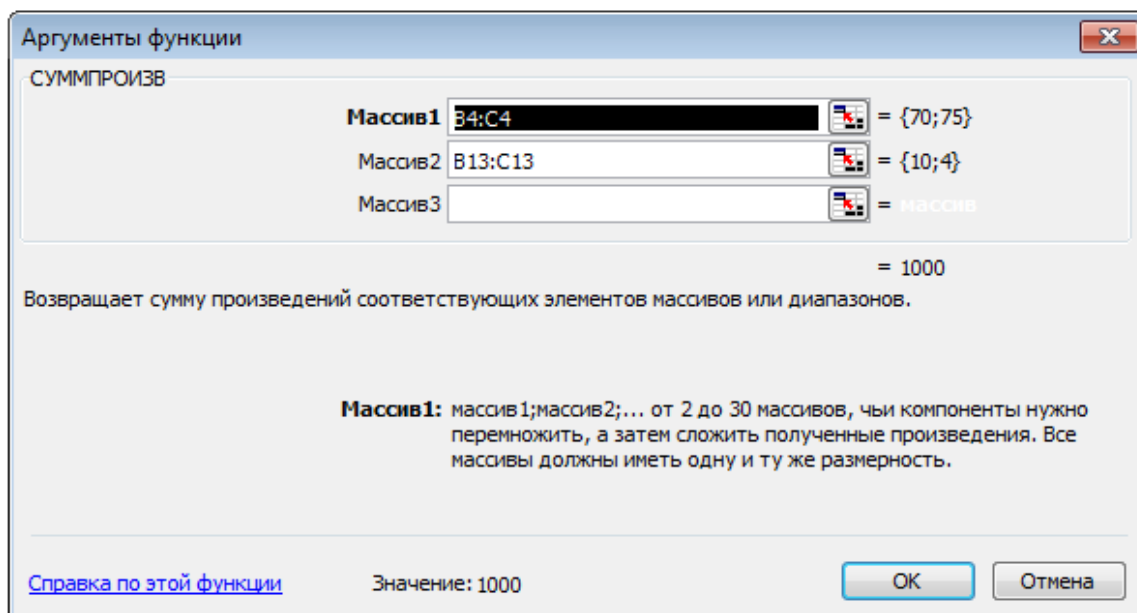

Рисунок 4
- в появившемся окне «**СУММПРОИЗВ**» в строку «**Массив 1**» введите выражение **B4:C4**, а в строку «**Массив 2**» – выражение **B6:C6** (рисунок 4);